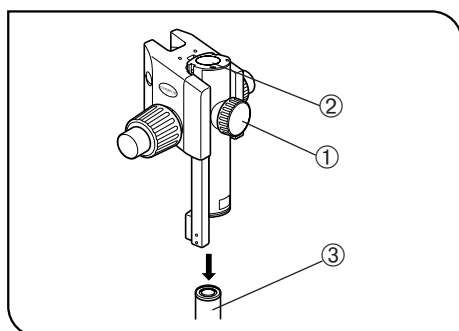

Fig. 17
1. Lossa först fokuseringsenhetens låsskruv ① helt och medan man håller fokuseringsenheten med båda händerna för man in pelaren ③ i monteringshålet ② underifrån (fig. 17).
2. Sänk fokuseringsenheten tills den stoppar och dra därefter åt fokuseringsenhetens låsskruv ① (fig. 17).
Om låsskruv ① dras åt medan pelaren ③ inte är helt införd i monteringshålet ②, kommer bladfjäders som stöder pelaren att deformeras och pelaren kommer inte att kunna tränga in i hålet (fig. 17).